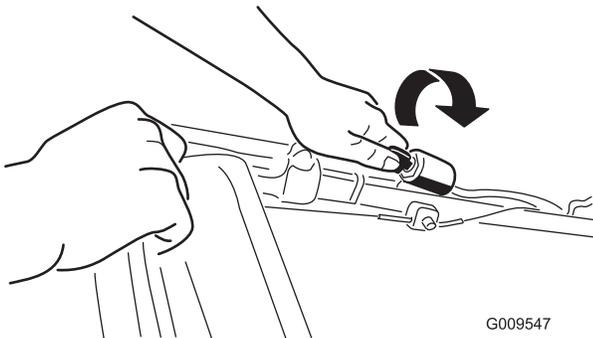
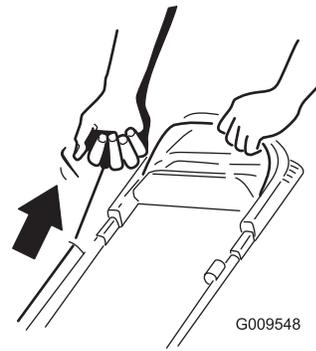

Figura 14
Figura 15
2. Gire la llave de contacto (Figura 14) (modelo de arranque eléctrico solamente) o tire del arrancador de retroceso (Figura 15).
Nota: Cuando tire del arrancador de retroceso, tire suavemente hasta que note resistencia; luego tire con fuerza (Figura 15). Deje que la cuerda vuelva lentamente al manillar.